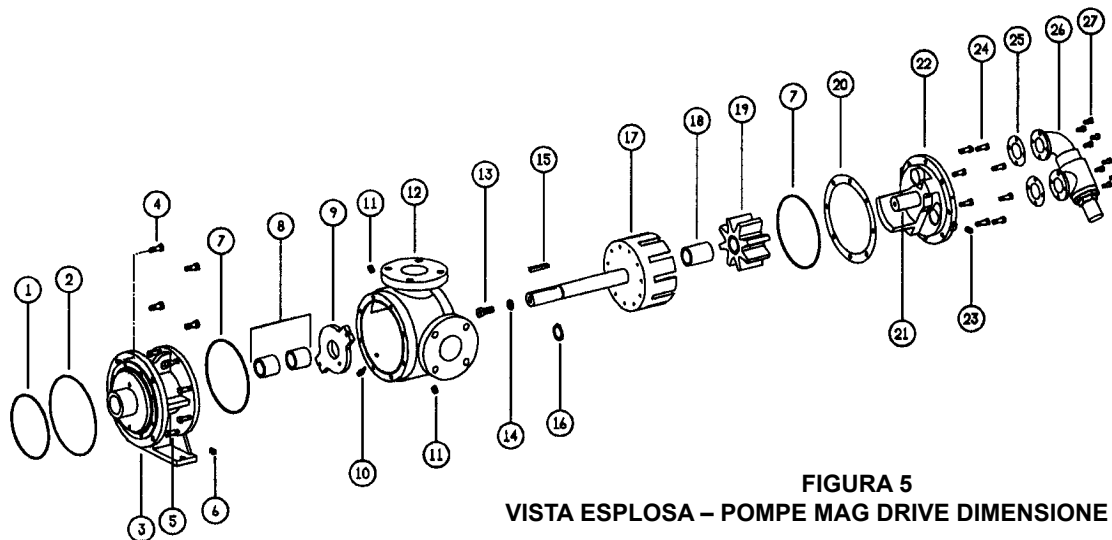
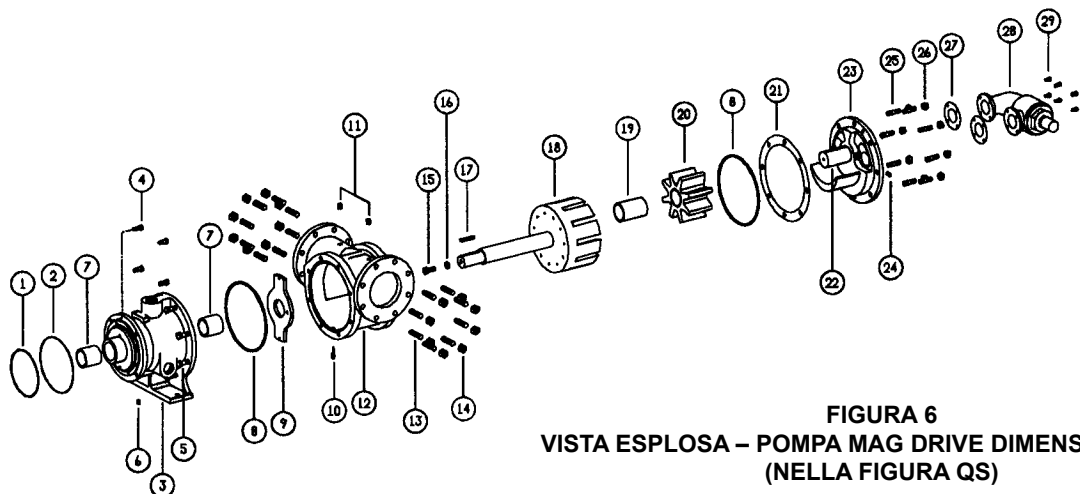

FIGURA 5
FIGURA 6
- Vedere Figura 5 o Figura 6 a pagina 5 per i nomi delle parti.